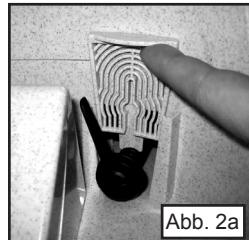

Abb. 2a
- 4) Entfernen Sie den Vorfilter, indem Sie vorsichtig oben am Rand des Vorfilters ziehen und waschen Sie ihn mit Wasser und Seife. (Abb. 2a)